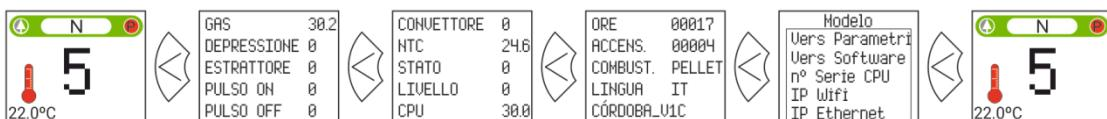

Figura 20
- Tastiera: Colore icona (punto ③ delle figure 4 e 5) oppure verificando il valore numerico (figura 20 della sezione **3.10**).